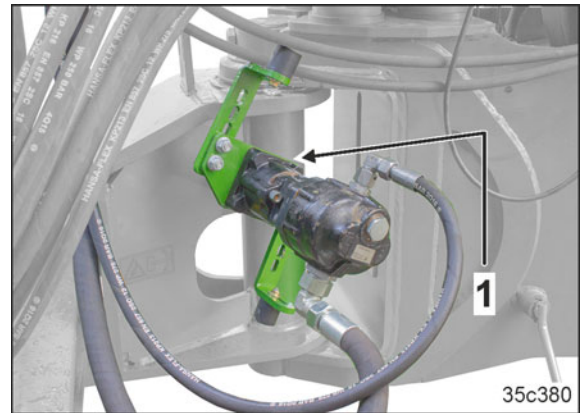

Bild 139
14. Ställ kraftuttagshydraulikpumpen i parkeringsposition (Bild 139/1)